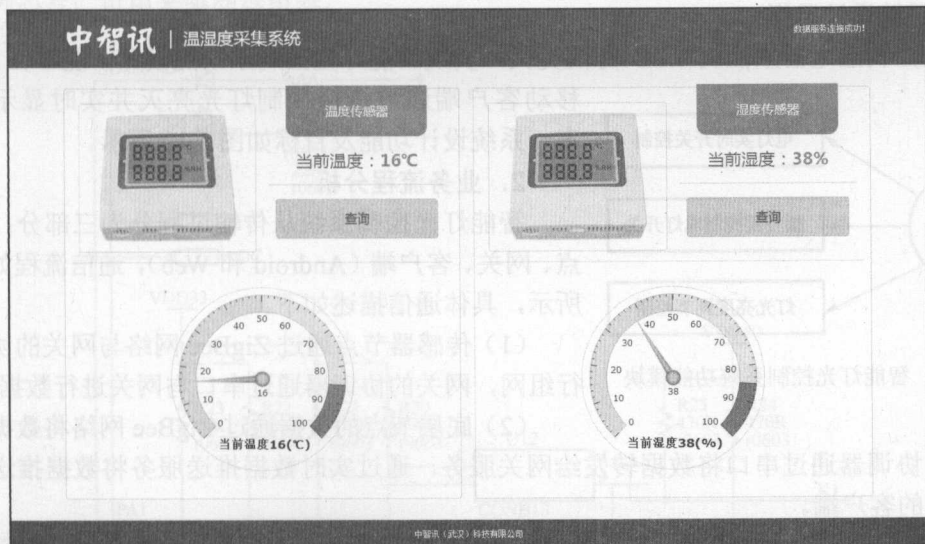

图 3.11 Web 端远程数字温湿度计展示
- (1) 根据实际硬件平台修改代码中传感器节点的 IEEE 地址、智云服务器地址（若在局域网内使用，则设置为智云 Android 开发平台的 IP）和智云 ID/KEY。
- (2) 设置计算机接入到互联网或者与智云 Android 开发平台设备在同一个局域网内。用谷歌浏览器（支持 HTML5 的 IE10 浏览器）打开本任务的 Web 工程“TempHumiDemo-Web\TempHumiDemo.html”，进入“远程温湿度计”模块界面，在主界面右上角显示“数据服务连接成功!”消息后即表示链接到智云服务中心，在界面可以看到温湿度的显示，如图 3.11 所示。